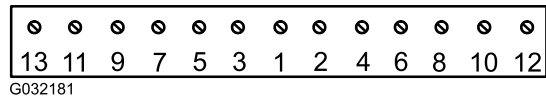

Figura 63
6. Seguendo l'ordine indicato nella Figura 63, serrate le viti a 25,4 N·m.